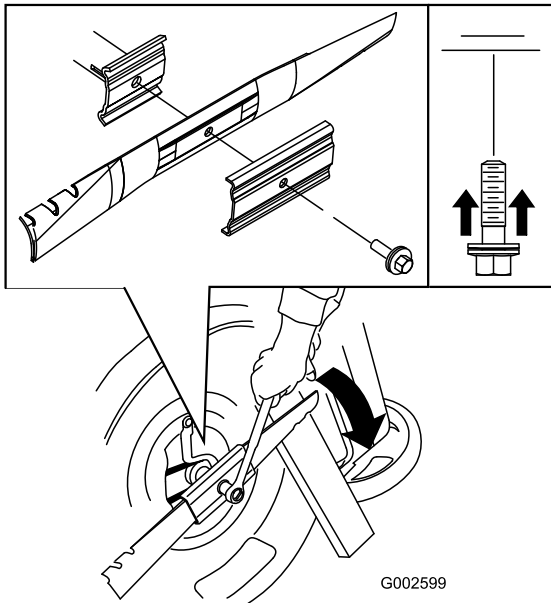

Figura 33
- Utilice un bloque de madera para inmovilizar la cuchilla (Figura 33).
- Retire la cuchilla, conservando todos los herrajes de montaje (Figura 33).
- Instale la cuchilla nueva y todos los herrajes de montaje (Figura 33).